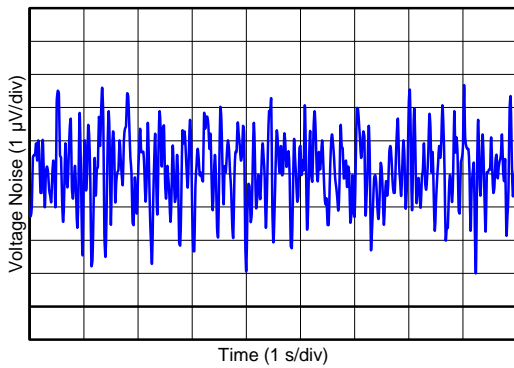

Figure 11. 0.1Hz 至 10Hz 输入电压噪声
0.1Hz 至 10Hz 输入电压噪声 (5.5V)	Figure 11